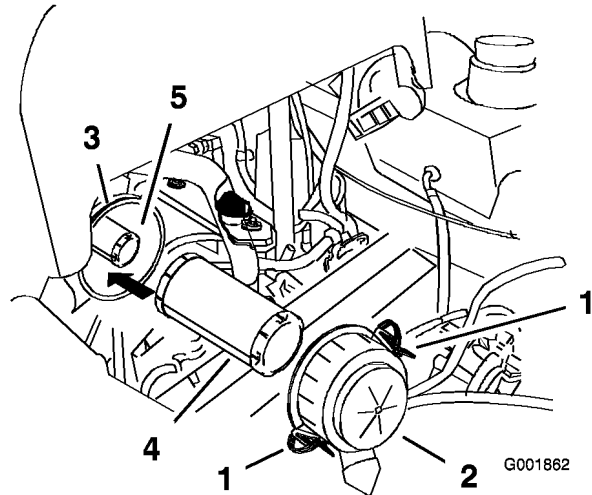

Bild 35
4. Lösen Sie die Riegel am Luftfilter und ziehen Sie die Abdeckung vom Luftfiltergehäuse ab (Bild 35).
6. Schieben Sie den Hauptfilter vorsichtig aus dem Luftfiltergehäuse heraus (Bild 35). Vermeiden Sie ein Anstoßen des Filters an der Seite des Gehäuses.
1. Reinigen Sie nicht den Papierfilter. Tauschen Sie ihn nach jeweils 200 Betriebsstunden aus (Bild 35).
2. Wenn Sie den Sicherheitsfilter austauschen, schieben Sie ihn vorsichtig in das Filtergehäuse ein (Bild 35).
3. Schieben Sie den Hauptfilter vorsichtig auf den Sicherheitsfilter (Bild 35). Stellen Sie sicher, dass dieser einwandfrei einliegt, indem Sie beim Einbauen auf den äußeren Rand des Filters drücken.
4. Bringen Sie die Luftfilterabdeckung mit der Seite an, auf der UP gestanzt ist, und rasten Sie die Riegel ein (Bild 35).